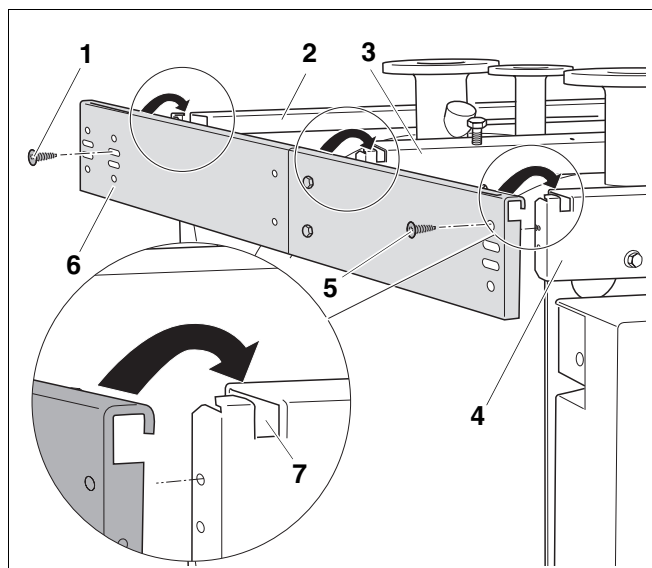

Рис. 17 Установка боковой траверсы
Монтаж боковых траверс приведен здесь на примере левой боковой траверсы (рис. 17, поз. 1). Монтаж правой боковой траверсы осуществляется аналогично.
- Подвесить боковую траверсу (рис. 17, поз. 6) в выемки (рис. 17, поз. 7).
- Прикрутить боковую траверсу (рис. 17, поз. 6) через верхние отверстия винтами (рис. 17, поз. 5) к передней траверсе (рис. 17, поз. 4).
- Закрепить боковую траверсу (рис. 17, поз. 6) через верхнее отверстие винтами (рис. 17, поз. 1) к нижней траверсе (рис. 17, поз. 2).